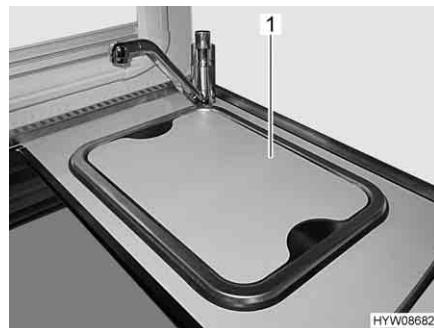

Fig. 10 Coperchio del lavello (alternativa)
- Rimuovere il coperchio del lavello (Fig. 10,1) e stivarlo in modo sicuro.